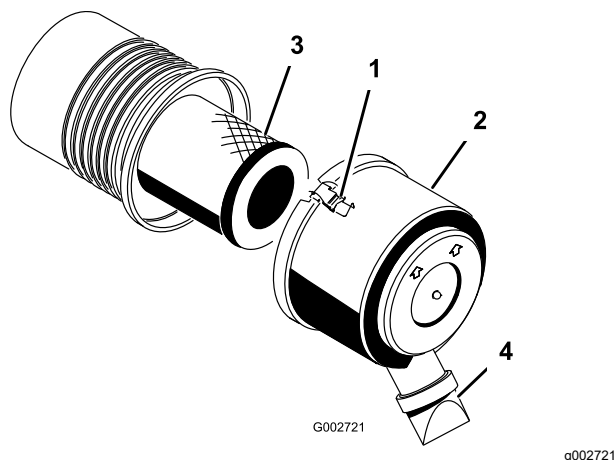

图 28
1. 松开将空气滤清器盖固定到空气滤清器壳体上的搭扣图 28。